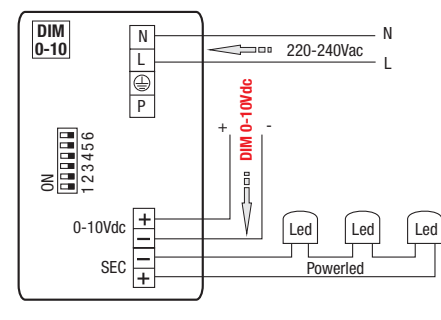

Fig. 3 - RN9168
- B - Fonction PUSH (P) - Fig. 3 -** via bouton NA. Avec une pression brève, on obtient l'allumage et l'extinction, avec une pression prolongée on obtient le réglage.
- B - PUSH function (P) - Abb. 3 -** Mittels NO-Schalter. Durch kurzes Drücken erfolgt das Ein- und Ausschalten, während bei einem längeren Drücken die Einstellung erfolgt